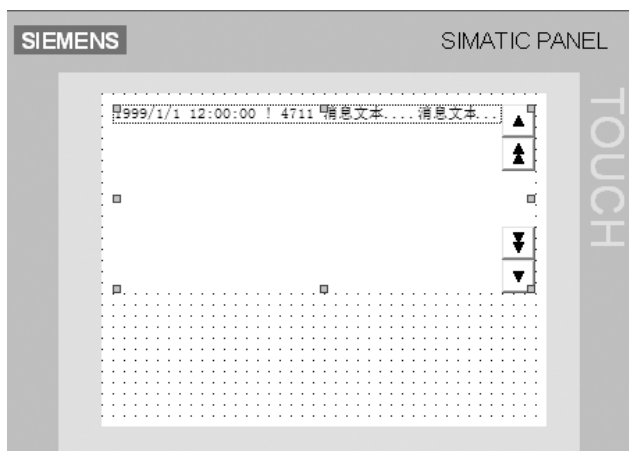

图 12-124 新建画面
7) 新建画面。如图 12-124 所示，在工具的“增强对象”选项中，将“报警视图”控